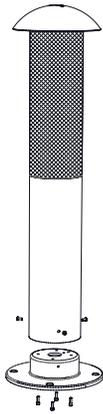

图 12
4. 插入三个 M5 x 12 毫米的键头机械螺钉到外壳的侧面，如图 12 所示。